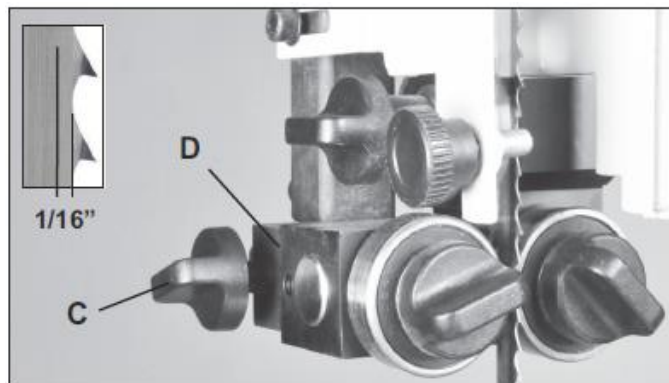

Рис. 23
2. Направляющие должны находиться примерно на 1/16 дюйма позади желобков пильного полотна. Если их необходимо передвинуть, ослабьте ручку заднего зажима (#31С, рис. 23, С) и переместите верхний направляющий блок (#20С, D), который удерживает направляющие, таким образом, чтобы направляющие были правильно расположены за желобками лезвий. Когда закончите, снова затяните ручку. Рис. 23.